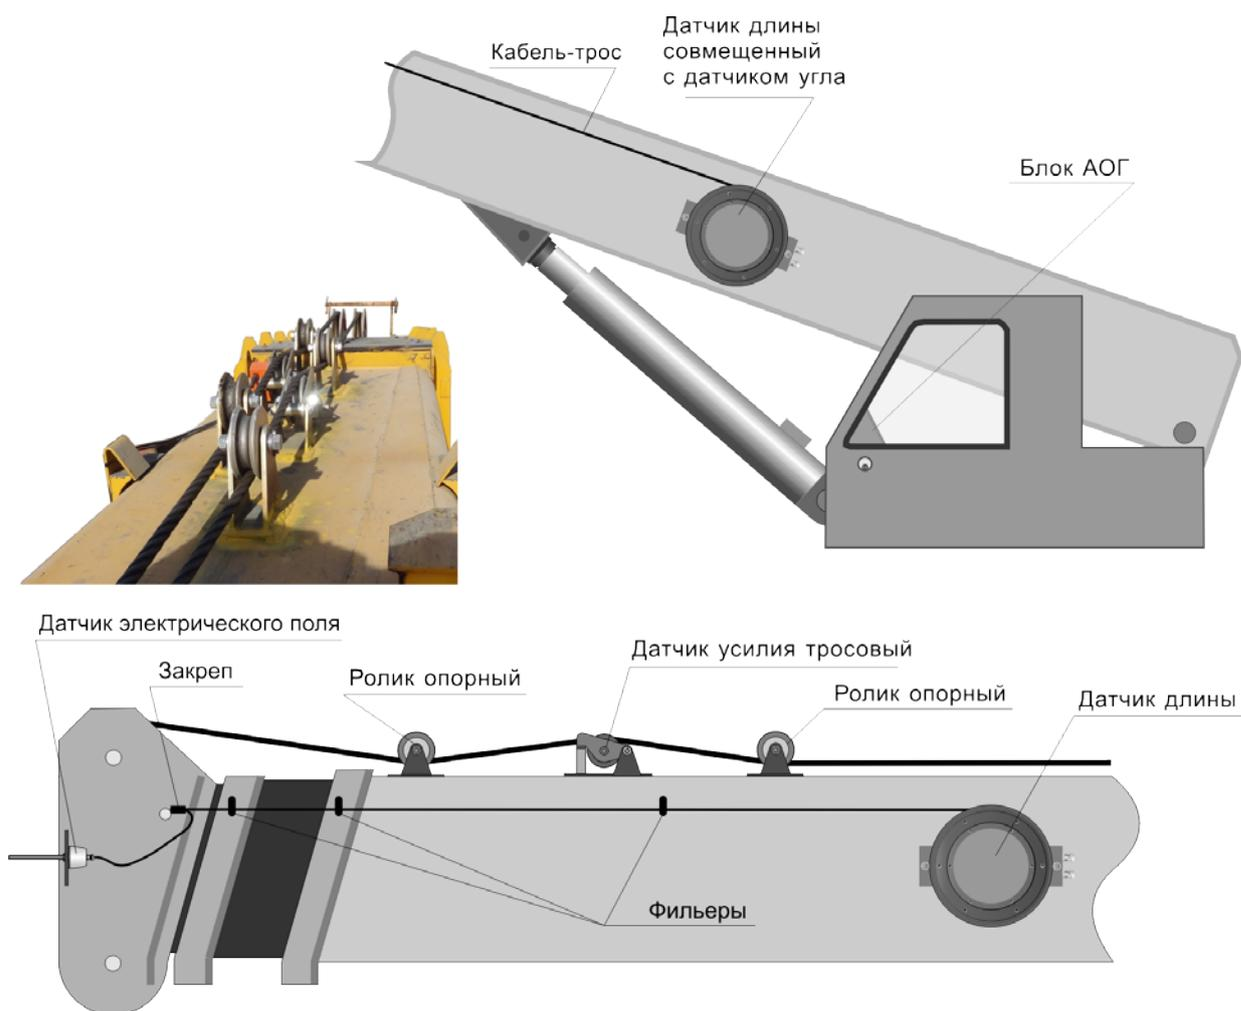

Рис.1
5.1. Система АОГ, рис.1, состоит из составных частей:
6.2. Размещение элементов АОГ на кране показано на рис.1.